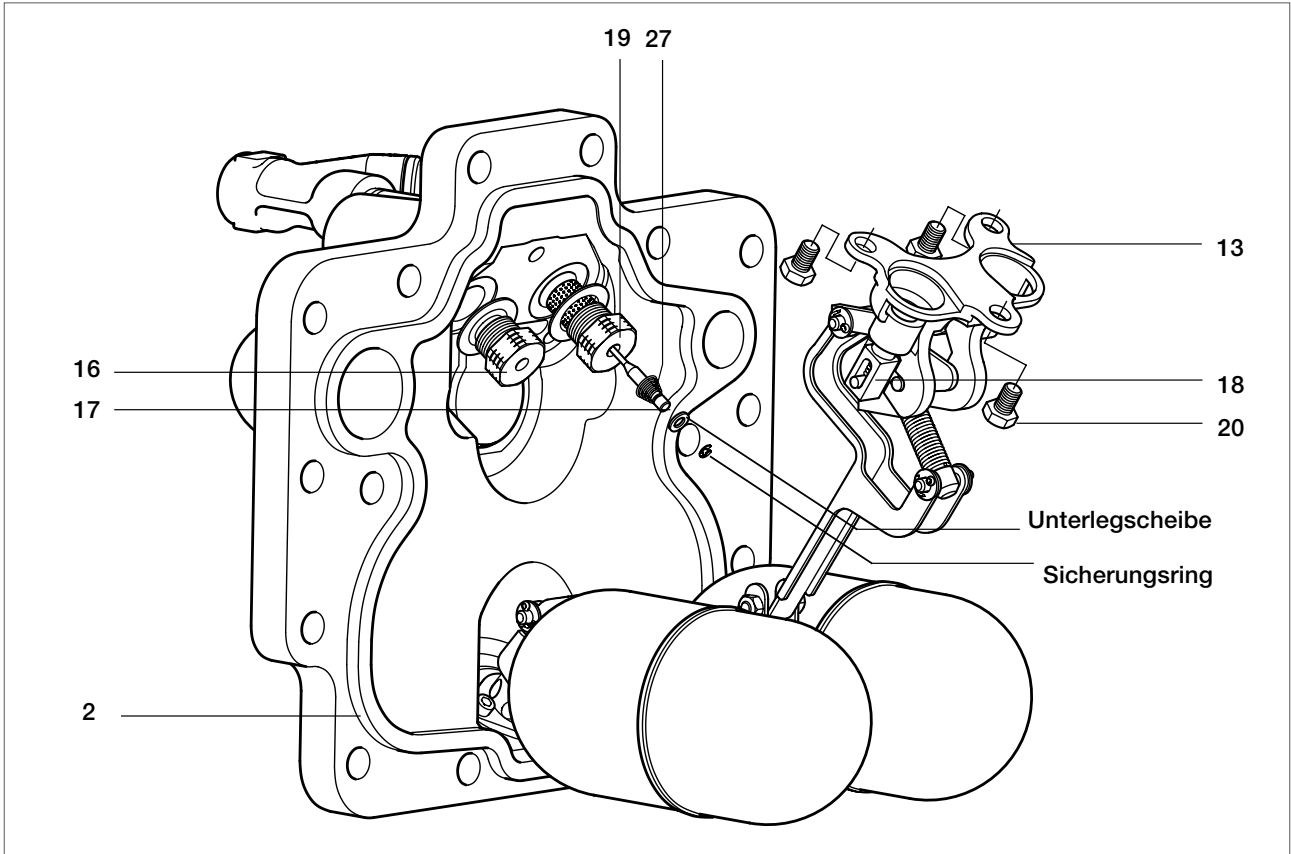
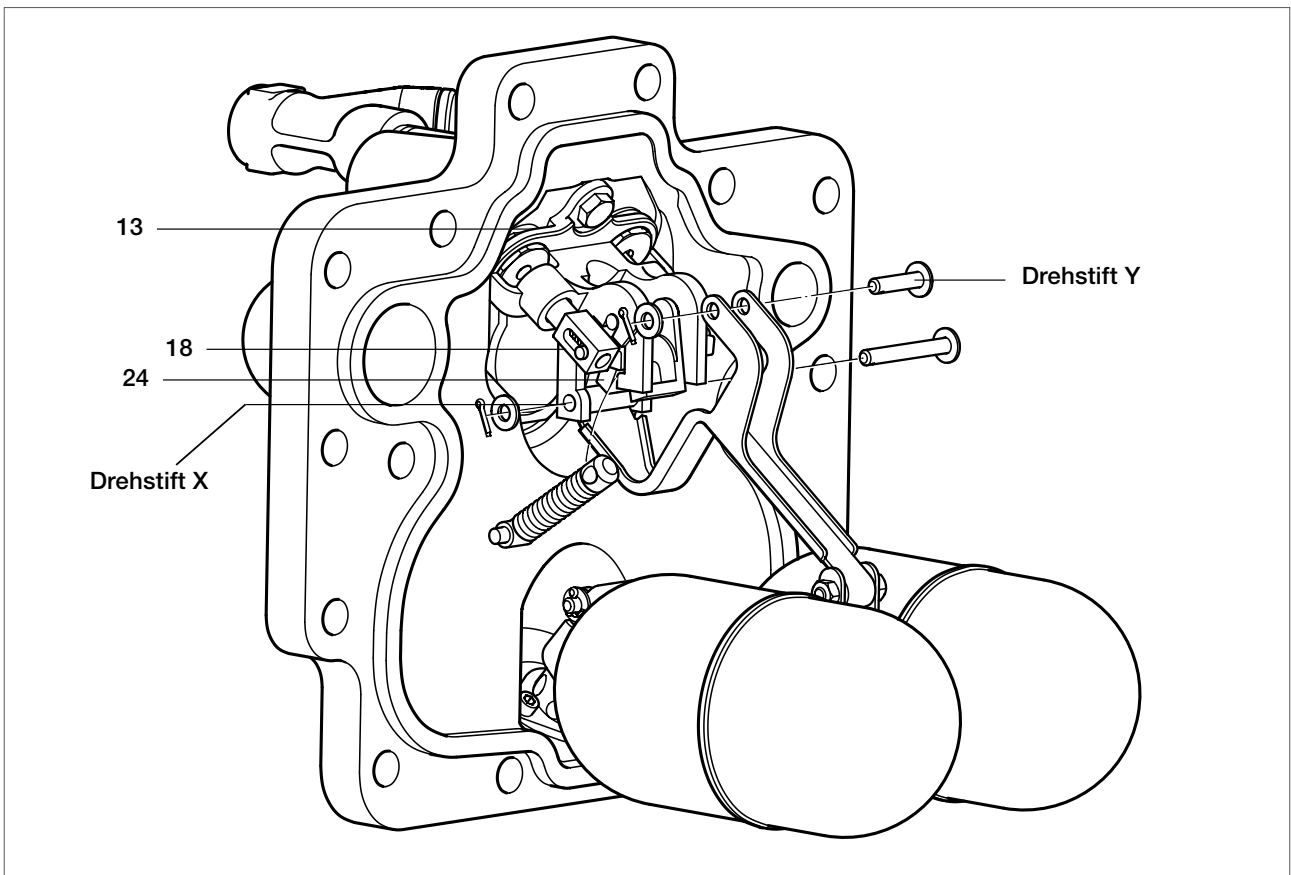

Bild 21
Bild 22
2. Sicherungsring, Unterlegescheibe und Feder (27) vom Dampfeinlassventil (17) entfernen.
3. Die drei Sechskantschrauben M8 (20) lösen.
4. Mechanismus vom Deckel wegschwenken (siehe Bild 21).
5. Mit dem Steckschlüssel SW 24 die Ventilsitze (16) für das Dampfeinlassventil und das Entlüftungsventil aus dem Deckel herausschrauben und mit den Dichtungen entnehmen.
7. Das Dampfeinlassventil (17) wie in Bild 21 gezeigt, durch den neuen Ventilsitz (16) stecken, die neuen Dichtungen (19) auf die Ventilsitze (16) schieben und die Sitze mit einem Anziehmoment von 125 Nm im Deckel anziehen.
8. Den Mechanismus wieder zum Deckel schwenken und die drei Befestigungsschrauben (20) mit einem Anziehmoment von 18 Nm anziehen.
9. Sehr wichtig: Den neuen Sicherungsring am Dampf-einlassventil (17) mit Feder (27) anbringen.
10. Splinte, U-Scheibe und Drehstifte Y (am oberen Schwimmerhebel oben und X (am oberen Schwimmerhebel unten) entfernen (siehe Bild 22).
12. Gesamten Kipphebel beidseitig nach unten aus den Führungsschlitzen herausdrücken, bis die Einheit samt Entlüftungsventil frei kommt. Hierzu kann es notwendig werden, das Entlüftungsventil (18) rückwärts gegen die interne kleine Rückholfeder zu ziehen, damit es von der umschließenden Ventilfehrung (13) frei kommt.
13. Entlüftungsventil (18) sehr vorsichtig vom Arm (24) des Kipphebels abnehmen. Hierbei die kleine Rückholfeder im Entlüftungsventil nicht beschädigen. Neues Entlüftungsventil auf den Arm (24) des Kipphebels stecken.
14. Kipphebel in umgekehrter Reihenfolge der obigen Beschreibung einsetzen. Beim Einführen des Entlüftungsventils (18) in die Ventilfehrung (13) das Ventil rückwärts gegen die interne kleine Rückholfeder ziehen.
16. Sicherstellen, dass sich das Entlüftungsventil (18) leicht in seiner Führung (13) bewegen kann.
18. Nach Einsetzen aller Drehstifte die Schwimmer abwechselnd in die obere und untere Endposition bringen. Hierbei muss sich der Mechanismus leicht bewegen lassen und der Schnappmechanismus zum Umschalten des Dampfeinlassventils (17) und Entlüftungsventils (18) muss ausgelöst werden.
19. Dichtflächen für die Deckel-Dichtung im Gehäuse und Deckel sorgfältig säubern. Beim Wiederzusammenbau nur neue Dichtungen (2) verwenden. Deckel mit Mechanismus vorsichtig ins Gehäuse einführen. Sicherstellen, dass die Dichtung gut im gesamten Umfang an der Dichtfläche des Gehäuses anliegt. Hierzu die Dichtung zunächst im unteren Bereich des Gehäuses in die Dichtfläche drücken, den oberen Bereich erst andrücken, wenn die Dichtung im unteren Bereich gut anliegt.